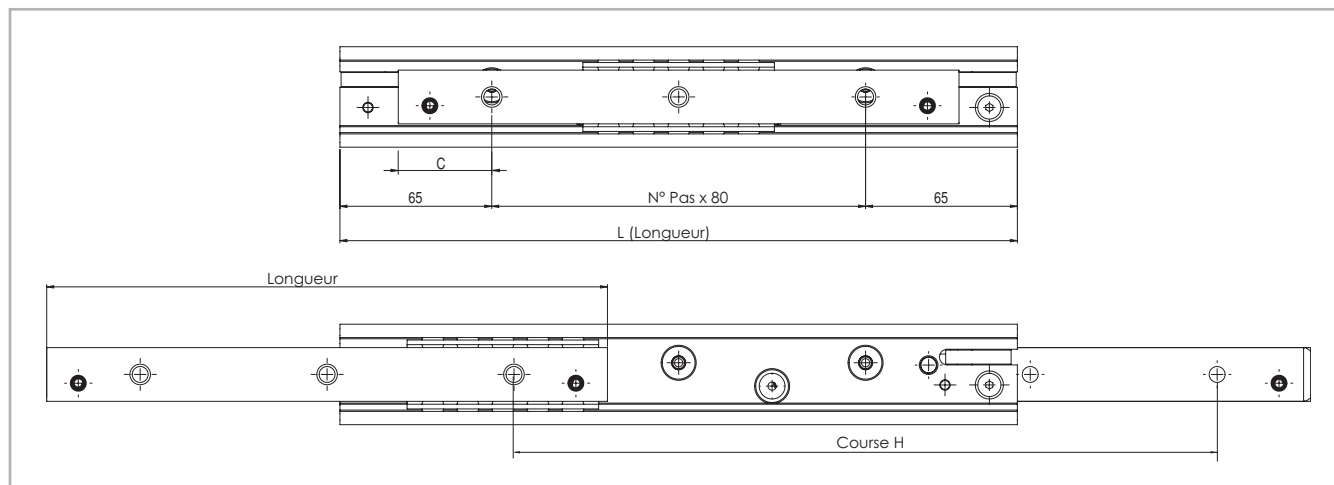

Fig. 52
- Version AKB avec les deux variantes (mixte) (voir fig. 52).